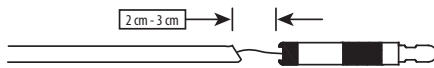

Figura 7
3. Separe suavemente los extremos proximal y distal del empujador abierto. A continuación, bajo fluoroscopia, tire aproximadamente entre 2 y 3 cm de la parte proximal del empujador de liberación del implante para confirmar que el implante se ha desprendido según las instrucciones de uso (Figura 7).